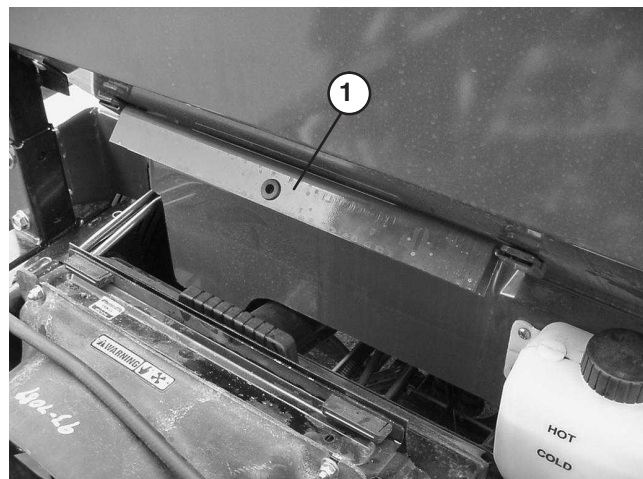

Figure 38
2. Sortez la béquille de plateau des supports de rangement au dos de la structure de protection (ROPS) (Fig. 38).